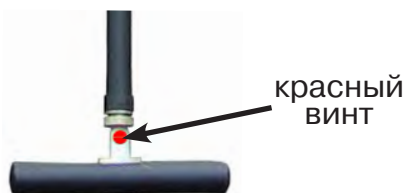

Рис. 8.4
По направлению «стрелки» можно отличить «свой» сигнал от «чужого», поскольку направление тока в «своей» коммуникации противоположно «перенаведенным» токам, протекающим по «чужим» коммуникациям. Направление сигнала - вперед (↑) является условным понятием и «назначается» оператором для данного положения датчика относительно данной трассы, которое фиксируется оператором по метке в виде красного винта (рис. 8.4), расположенной на одной из сторон датчика ЭМД-247.
4. «Назначение» производится нажатием кнопки **f** при расположении датчика точно над «выделенной» коммуникацией, считающейся «своей». После этого указатель направления сигнала приобретает вид - (↓). При переходе на «чужую» коммуникацию с другим «направлением сигнала» (или при изменении положения датчика на «обратное») раздастся звук и стрелка покажет «направление сигнала - назад» (↙) (рис. 8.4)
**Методика:** Производя трассировку с применением ЭМД на низкой активной частоте (512Гц / 1024Гц) (**см. раздел активный трассопоиск**), наблюдать за уровнем сигнала. Локальное повышение и резкое уменьшение уровня указывают на вероятность наличия дефекта изоляции. (**рис. 8.4**) При этом величина сигнала может меняться по различным причинам: положение датчика, глубина залегания кабеля, наличие мешающих конструкций, поэтому таким методом можно обнаружить лишь «низкоомные» дефекты сопротивлением менее 1кОм.